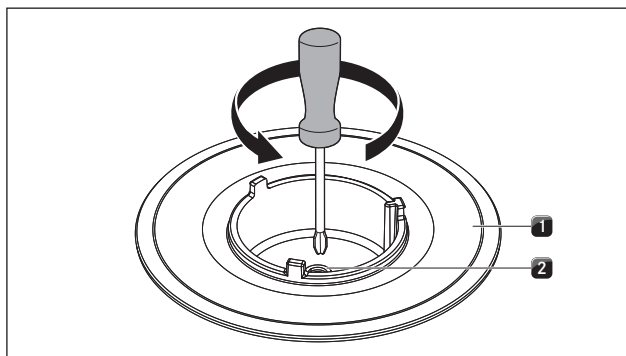

bild 4.46 Spishällens brännare med brännarmunstycke
- Klistra fast de i leveransen bifogade typskyltarna för munstycksesetet på lämpligt ställe över typskyltarna för munstycksesetet på undersidan av spishällen (se bild 4.46) och på näst sista sidan i bruksanvisningen.